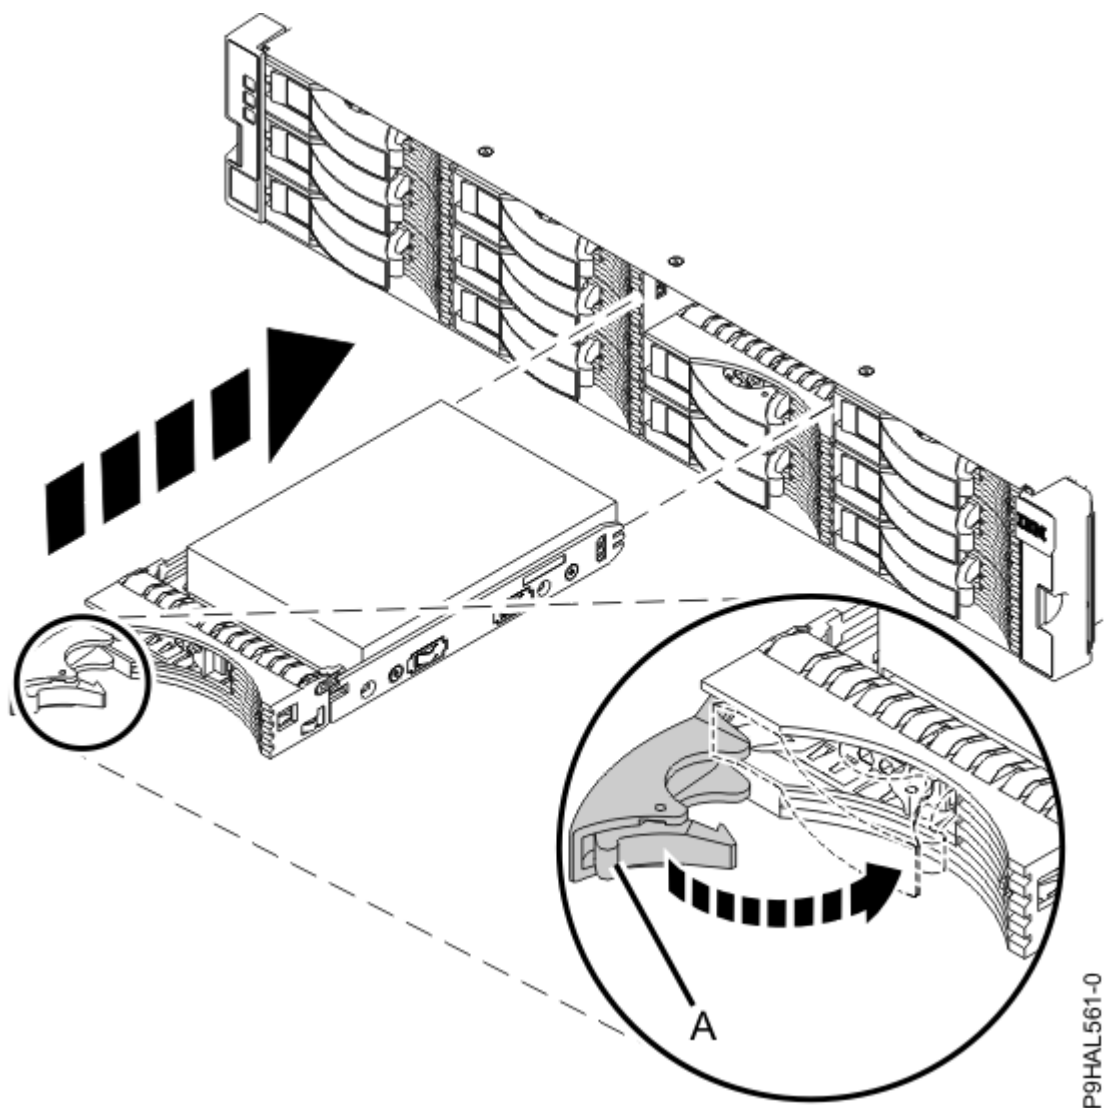
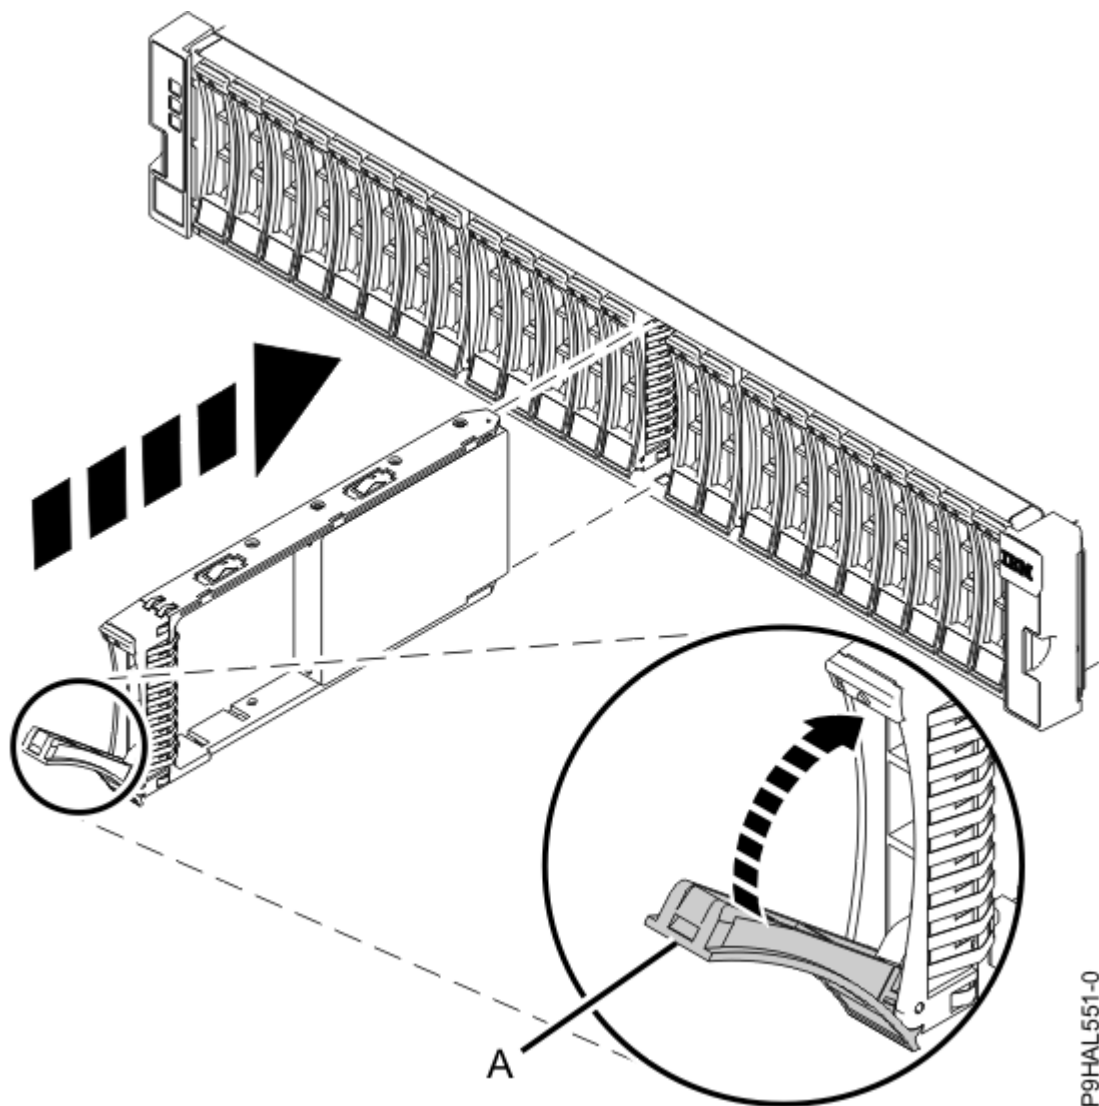

Figura 10. Instalando uma unidade no gabinete de armazenamento do ESLL
Figura 11. Instalando uma unidade no gabinete de armazenamento do ESLS
3. Com a alça na posição desbloqueada, apoie a parte inferior da unidade conforme você a alinha com os trilhos da guia no gabinete. Consulte Figura 10 na página 12 ou Figura 11 na página 13.